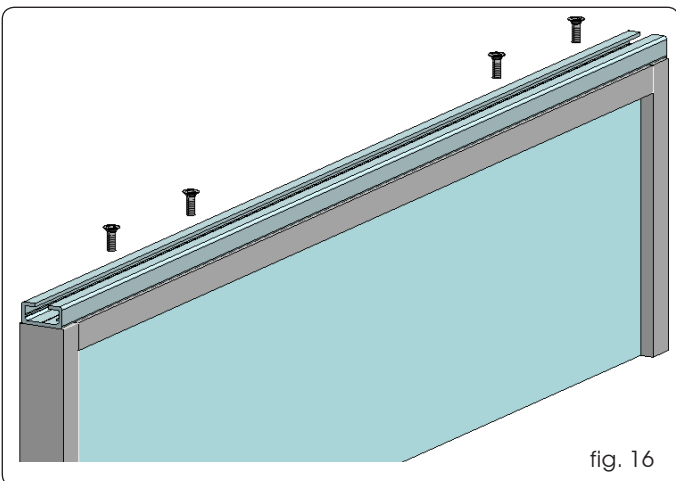

fig. 16
1. Bevestig het reeds op maat gezaagde bevestigingsprofiel aan de vleugel, en zet hem met geschikte schroeven vast op de bovenkant (fig.16).